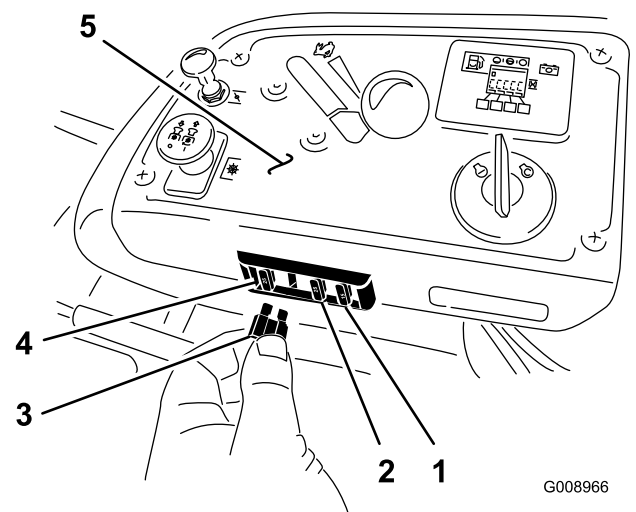

Figura 64
1. Os fusíveis encontram-se no lado direito da consola perto do banco (Figura 64).
3. Instale um novo fusível (Figura 64).